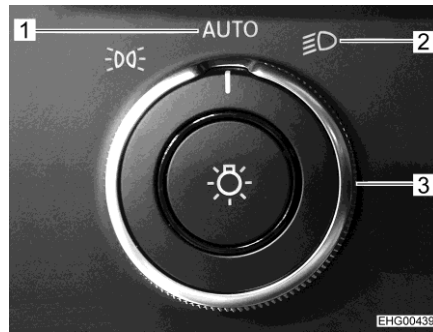

Bild 15 Lichtdreheschalter
- Lichtdreheschalter Mercedes (Bild 15,3) auf Stellung "AUTO" (Bild 15,1) oder Stellung Fahrlicht (Bild 15,2) drehen.